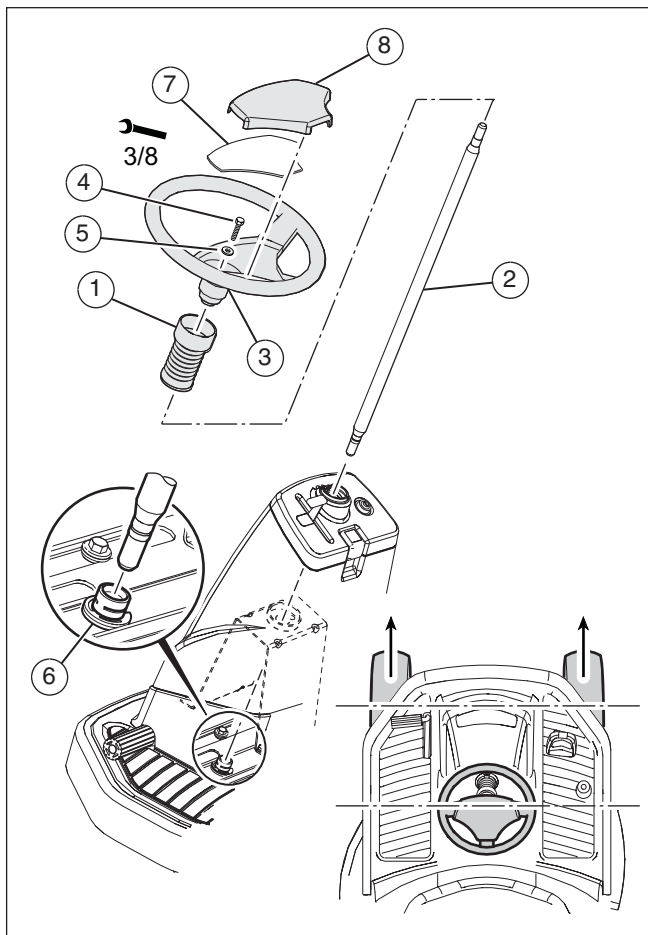

**Rysunek 2**
2. Podnieś podporę siodełka (1) (zobacz **Rysunek 2**).
3. Zrównaj otwory w siodełku (2) ze szczelinami w podporze siodełka.
4. Złóż siodełko (2) z podporą (1) i dźwigienką regulującą ustawienie siodełka (3) używając podkładek (4) oraz śrub (5).
5. Połącz skrzynkę przewodów (6) do przełącznika (7) pod siodełkiem.